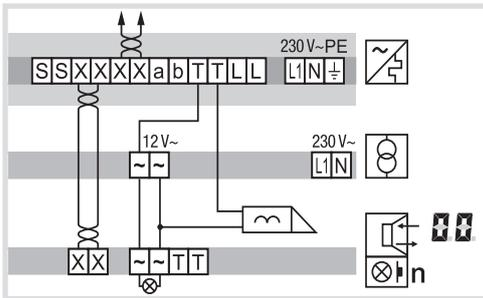

Bild 8: Anschluss des Geräts mit manipulationsgeschütztem Türöffner
- Bei manipulationsgeschützter Installation den Türöffner an den Kontakt der **Strangversorgung** anschließen (Bild 8).